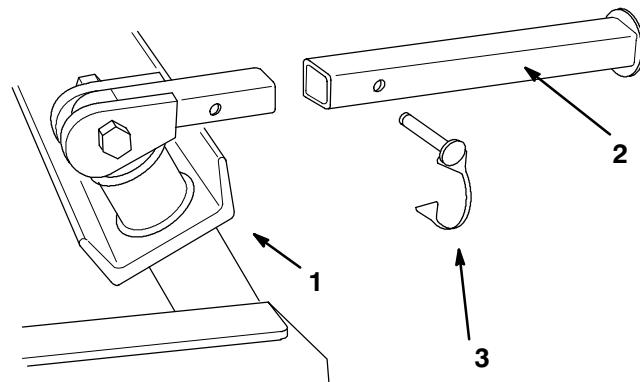

Figure 9
- Monter les leviers de presse sur les presses de bras de chargeur, et les fixer à l'aide des goupilles (Fig. 9).